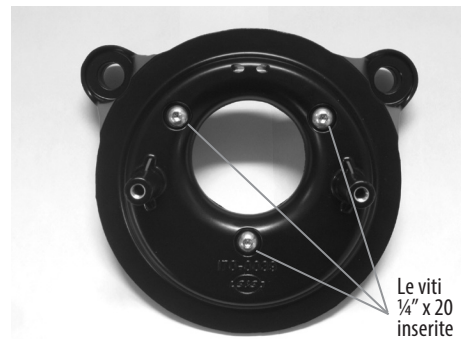

Figura 2
2. Inserire le tre viti nella piastra come mostrato nella **figura 2**.